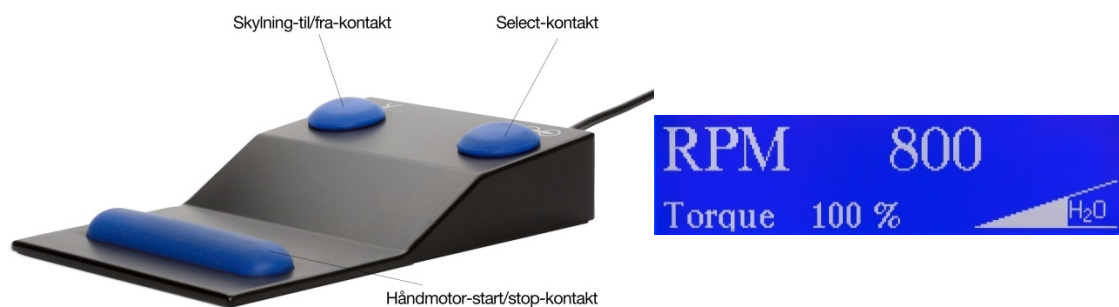

Fig. 13 + 14
4. Gå ind i programmet ved at træde på select kontakten på fodkontrollen - se Fig. 13. Displayet vil nu vise de fabriksudførte parameterindstillinger. Eksemplet (20:1) i Fig. 14 viser at hastighed = 800 rpm, moment = 100% af max. samt væskemængde = 50% af max.